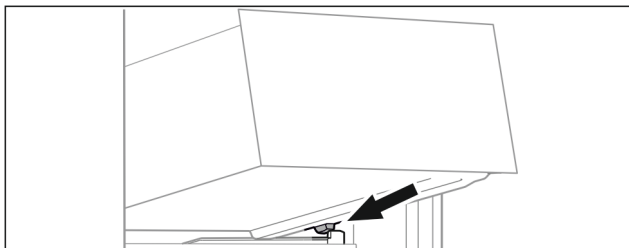

Fig. 85
- Sett skuffen på skrå bak stopperne på beholderribben. (se Fig. 85)